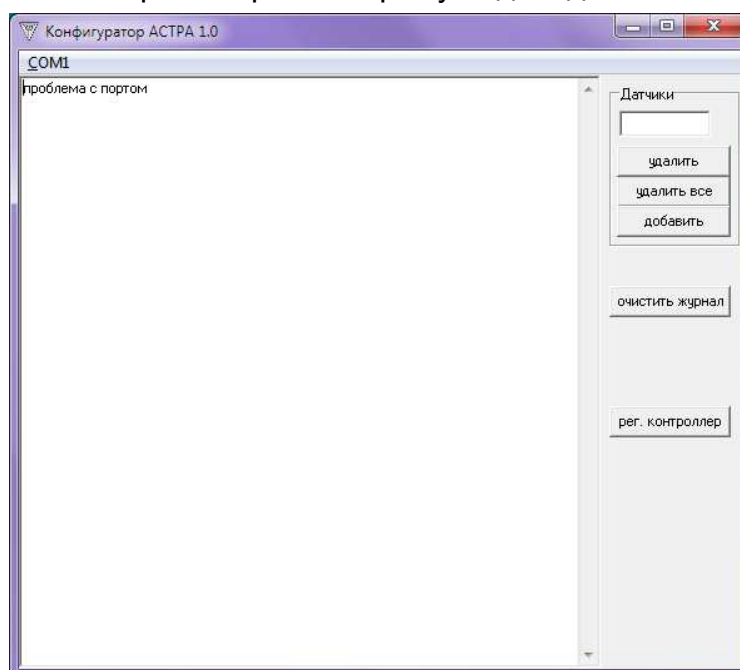

Рисунок 18
3.4.1 Для настройки радиоканального оборудования, в окне «Настройка параметров внешних шлейфов» (Рисунок 6) выбрать вкладку «Связывание радиодатчиков». На экране ПЭВМ появится окно «Конфигуратор Астра» (рисунок 18).